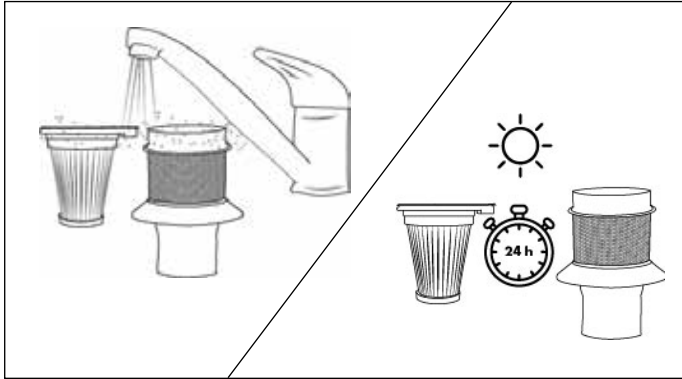

Abb. 20
- 6) Spülen Sie den HEPA-Filter **6** und den Edelstahlfilter **11** unter kaltem oder lauwarmem Wasser aus. Lassen Sie den HEPA-Filter **6** und den Edelstahlfilter **11** vollständig an der Luft trocknen, bevor Sie sie wieder in den Staubbehälter **7** einsetzen (siehe Abb. 20).